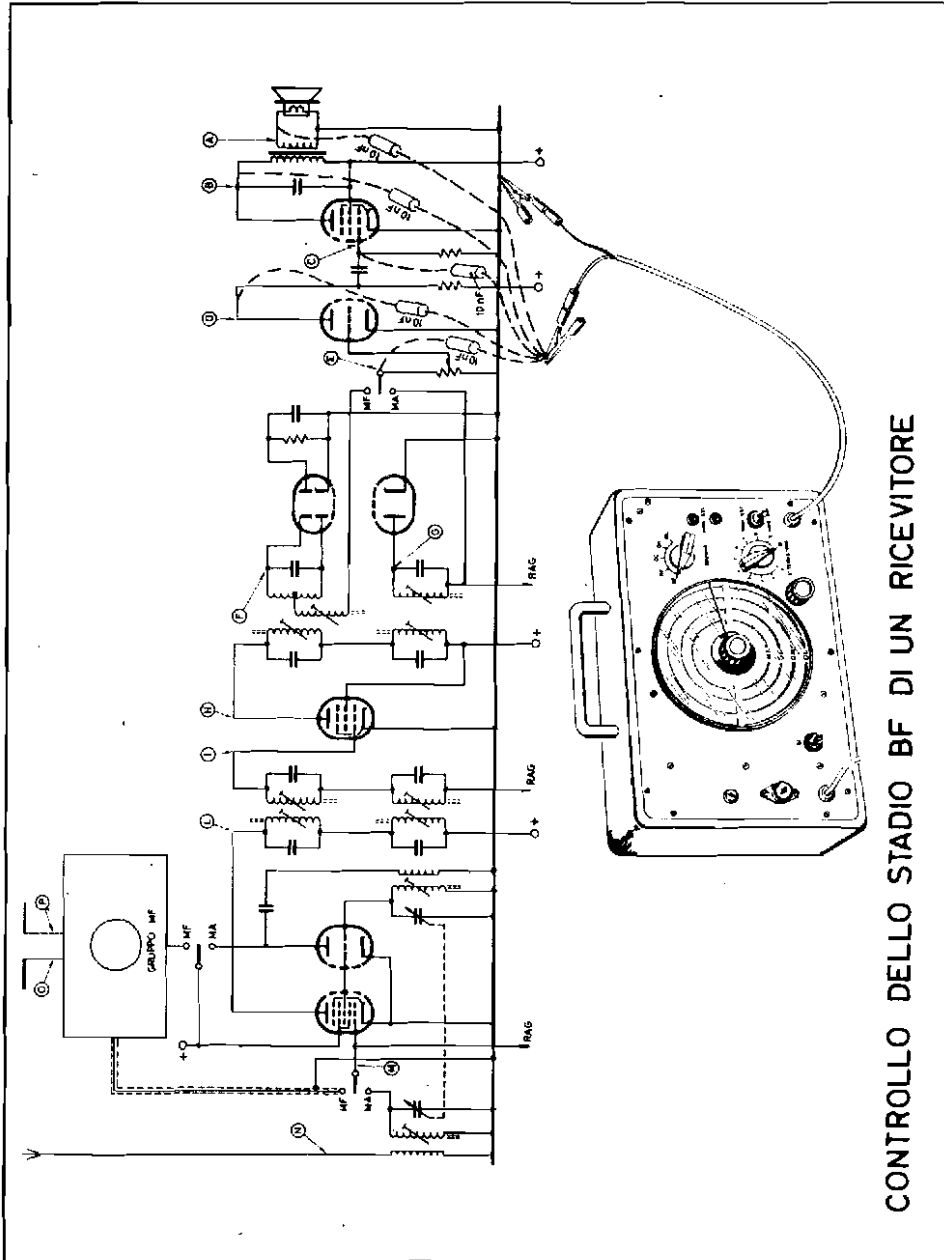
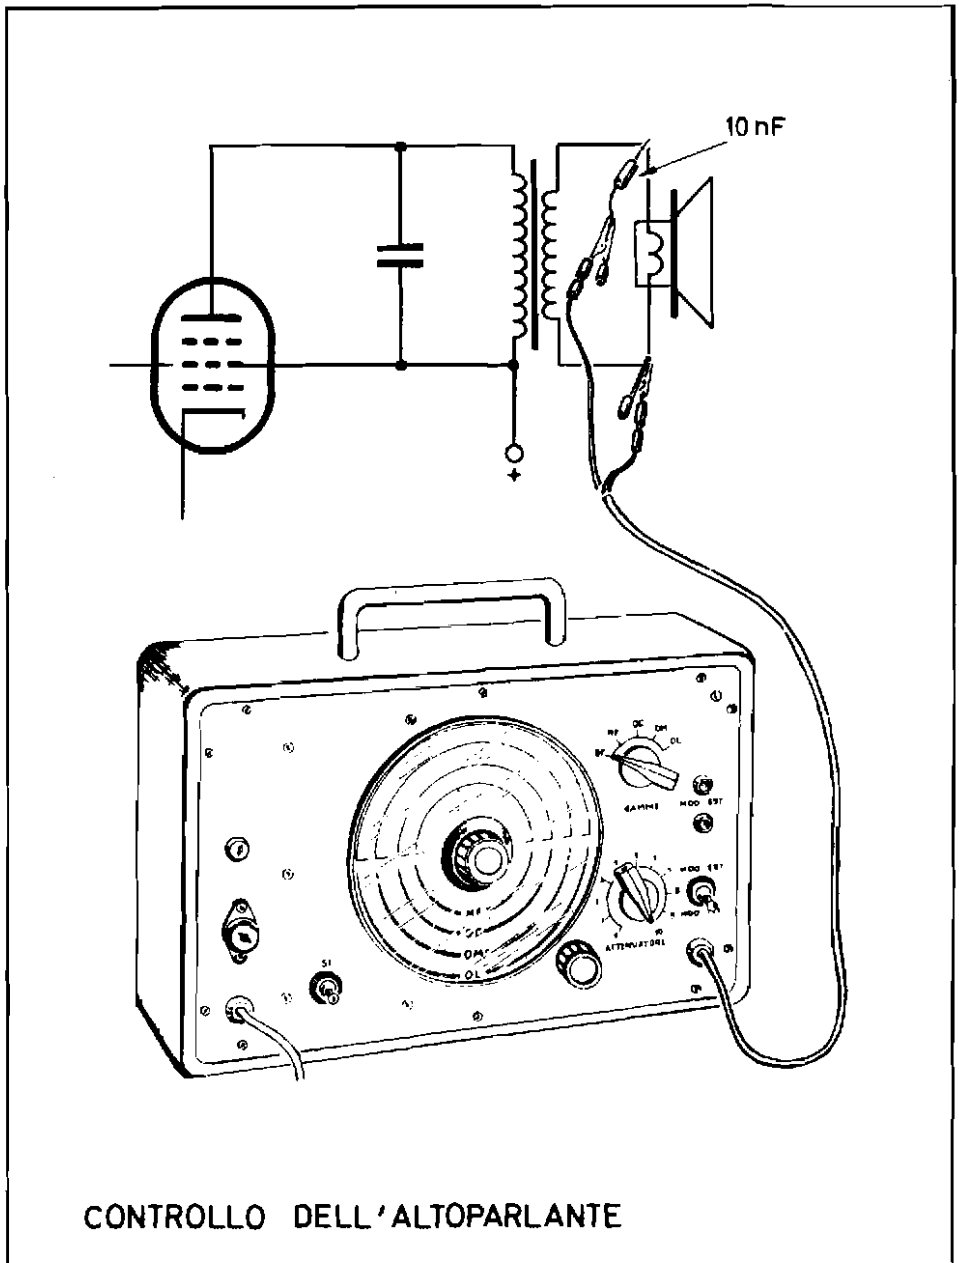

Fig. 3
Fig. 4
- Si porta a contatto con il punto A indicato nella *fig. 3* il terminale libero del condensatore collegato al conduttore interno del cavetto d'uscita: dall'altoparlante si deve udire la nota caratteristica del segnale BF, anche se molto debole. Se il ricevitore da controllare non ha il terminale dell'avvolgimento secondario del trasformatore d'uscita collegato a massa, si porta il coccodrillo nero del cavetto d'uscita dell'oscillatore a contatto con l'altra linguetta della bobina mobile dell'altoparlante (*fig. 4*); a controllo avvenuto si serra con il coccodrillo nero il telaio del ricevitore.
— Ottenuto esito positivo dal controllo dell'altoparlante, si prosegue la verifica dell'amplificatore BF portando successivamente il terminale libero del condensatore a contatto con i punti B, C, D, E del circuito indicato nella *fig. 3*; ad ognuna di queste prove si deve sempre udire dall'altoparlante la nota acustica.